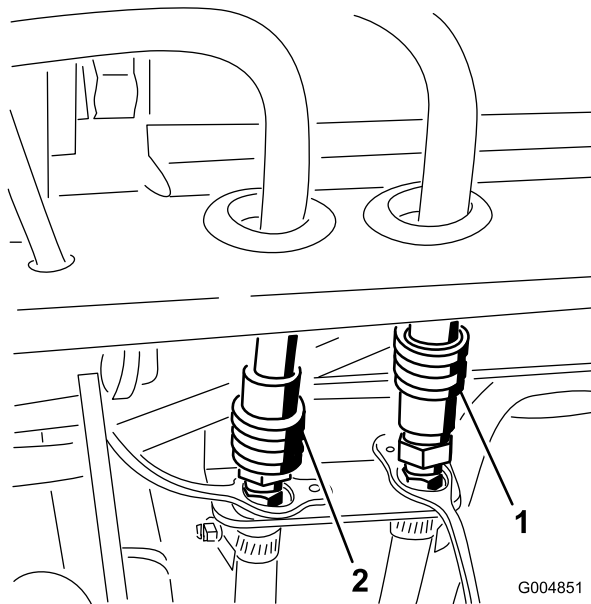

Figura 128
43. Conecte las mangueras de presión y de retorno de la cabina a los acoplamientos rápidos del soporte del bastidor trasero (Figura 128).